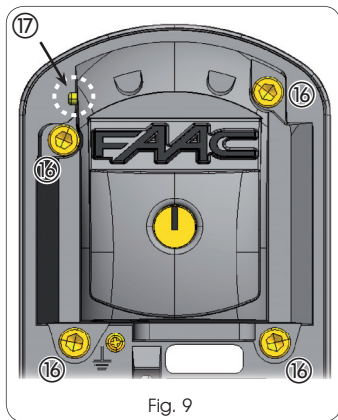

Fig. 9
13. Unire la parte frontale con la parte fissata al muro serrando le quattro viti autoforanti in Fig. 9 rif. 16);
ATTENZIONE: Controllare che la posizione C corrisponda alla scomparsa del pistoncino rif. 17) in Fig. 9 all'interno del corpo del dispositivo.
- Join the front part to the part secured to the wall, tightening the four self-forming screws as shown in Fig. 9 ref. ⑰;
IMPORTANT: Check if position C corresponds to the disappearance of the piston ref. ⑰ in Fig.9, inside the body of the device.